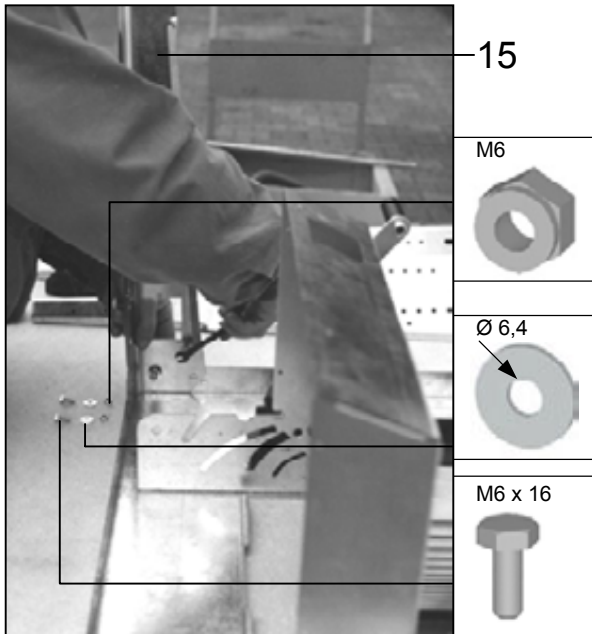

Abb. 17
- Schrauben Sie die Tischbeine 17A und 17B an (siehe auch Abb. 17 und 18), danach Teil 18 mit Tischbein 17C
- Fasten the table legs 17A and 17B with the screws (see also Fig. 17 and 18), and then part 18 with the table leg 17C
- Vissez les pieds de table 17A et 17B (voir également fig. 17 et 18), ensuite la pièce 18 avec le pied de table 17C
- Schroef de tafelpoten 17A en 17B er aan (zie ook afb. 17 en 18). Vervolgens deel 18 met tafelpoot 17C
- Atornille las patas de la mesa 17A y 17B (vea también la Fig. 17 y 18); luego la pieza 18 con la pieza 17C.
- Schrauben Sie zuerst die kurzen Streben (20) und dann die langen Streben (19) an die Teile 17 (kurzer Schenkel muß nach oben zeigen)